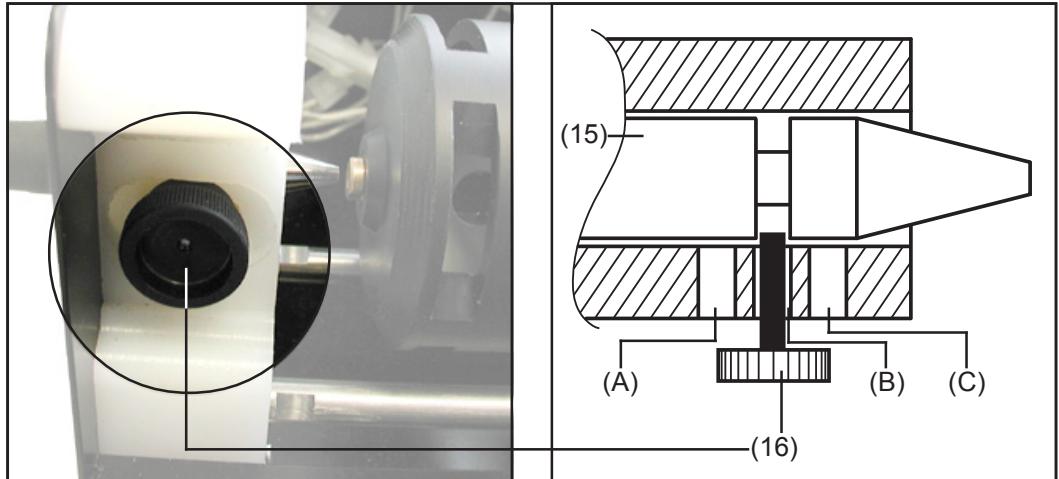

Fig. 15 Fixation du tuyau flexible d'alimentation de fil
- Insérer le tuyau flexible d'alimentation de fil (15) - fig. 15 - dans le logement avec la buse de guidage de fil en premier